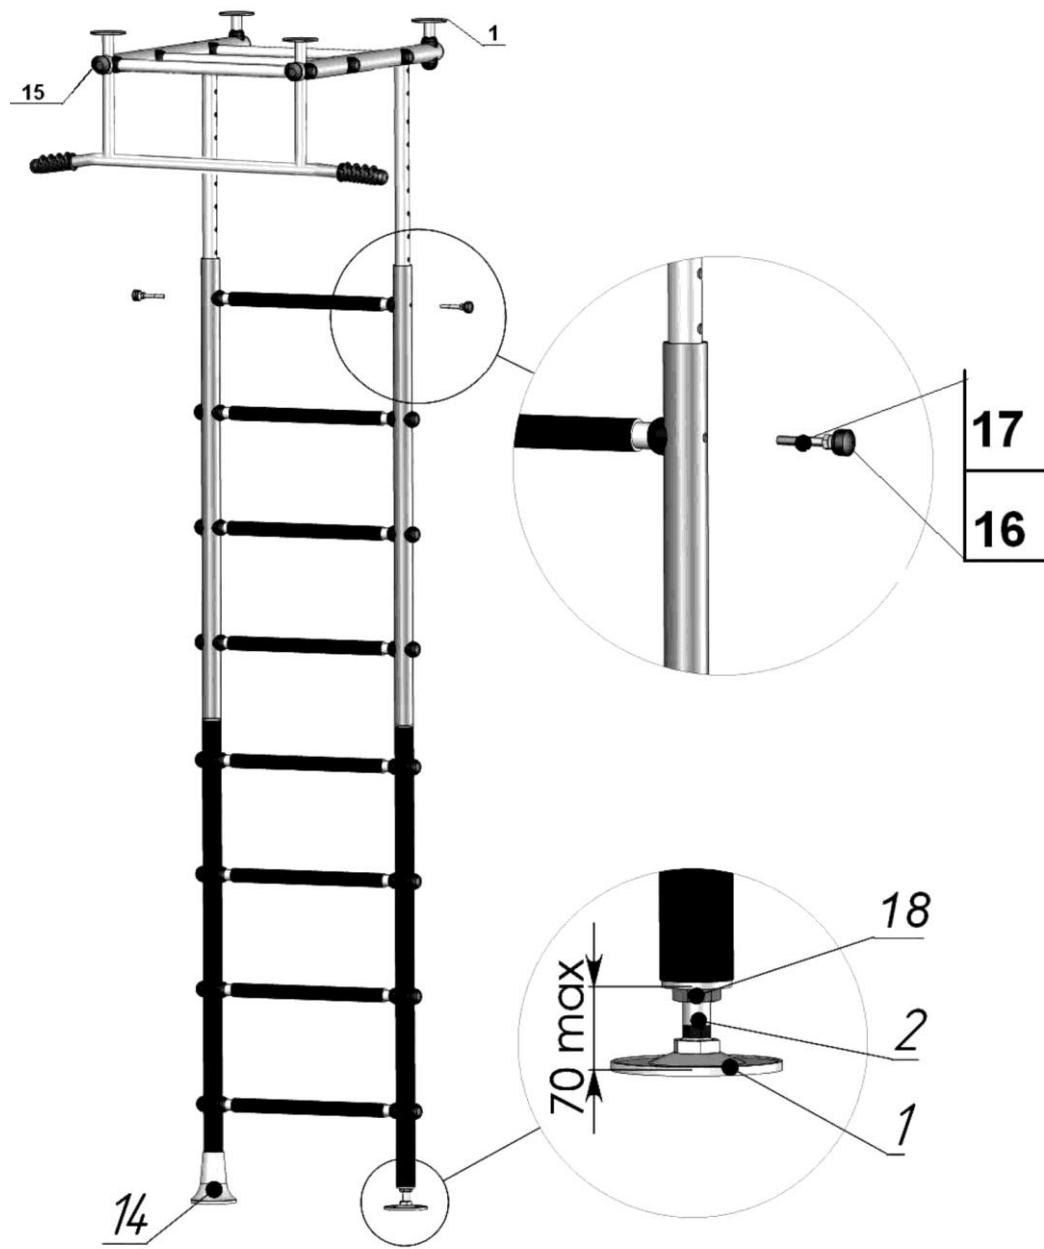

Рис.4
6.2.6. Соединить верхнюю раму с распорными трубами лестницы в (горизонтальном положении). Рисунок 4.
6.2.7. При установке комплекса в вертикальное положение установить стаканы на нижние стойки лестницы поз. 14 и нижние опоры поз. 1. Рисунок 4.
6.2.8. При установке КОМПЛЕКСА использовать лестницу стремянку. Поднять вверх верхнюю раму с распорными трубами до контакта верхних опор поз.1 с потолком, затем плавно опустить до первого совпадения отверстий на верхних стойках поз. 5 с распорными трубами поз. 8 (зазор между верхними упорами и потолком не должен превышать 50 мм). В верхние, противоположные, совмещенные отверстия вставить 2 болта поз.17 для временной фиксации собранной конструкции. Рисунок 4.
- 6.3.1. Вертикальность установки лестницы относительно пола - определяется при помощи уровня. При отклонении лестницы КОМПЛЕКСА от вертикали освободить болт M16, Рисунок 4, окончательно закрепить между полом и потолком с помощью болтов M16.
- 6.3.2. Правильность выкручивания болтов M16 определяется размером между нижней опорой и нижней стойкой, который составляет не более 70 мм. Рисунок 4.